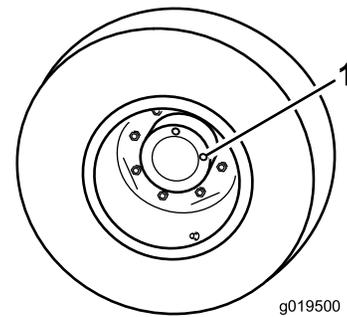

Bild 42
1. Wenn die Maschine auf einer ebenen Fläche steht, positionieren Sie das Rad so, dass eine Prüfschraube (Bild 42) auf 12 Uhr und die andere auf 3 Uhr steht.
1. Prüf-, Ablassschraube (2)
2. Entfernen Sie die Schraube, die auf 3 Uhr steht (Bild 42). Der Ölstand sollte an der Unterkante des Prüfschraubenlochs liegen.